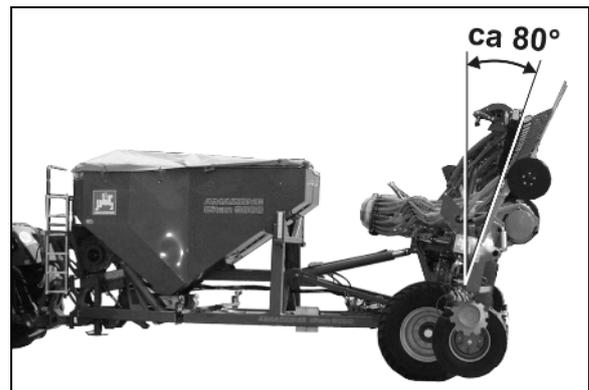

Fig. 111
- Repliez le cadre arrière jusqu'à avoir une inclinaison de 80° environ (Fig. 111).